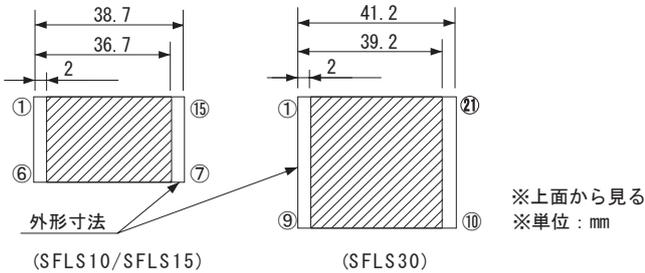

図6.3 パターン配線禁止エリア
- 電源取付基板の電源を実装する面で、絶縁不良を起こす恐れがあるので、図6.3の斜線部へのパターン配線等は避けてください。斜線部にパターン配線が必要な場合は、当社までお問い合わせください。